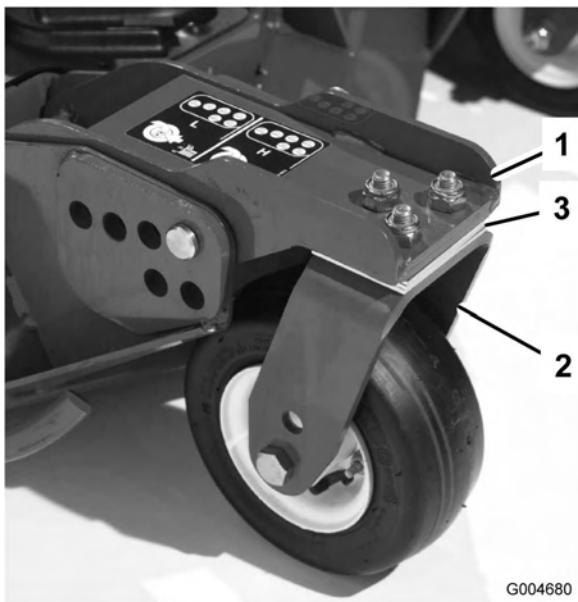

Figura 27
Gire la cuchilla de cada eje hasta que los extremos estén orientados hacia adelante y hacia atrás. Mida desde el suelo hasta la punta delantera del filo de corte. Ajuste los suplementos de 3 mm de las horquillas de las ruedas giratorias delanteras para que la altura de corte se corresponda con la marca de la pegatina (Figura 27). Para el eje de la cuchilla exterior solamente, consulte el
3. Si el borde interior de la unidad de corte lateral está demasiado alto respecto al borde exterior de la unidad de corte delantera, retire un suplemento de 3 mm de la parte inferior del brazo interior delantero de la rueda giratoria en la unidad de corte lateral (Figura 27). Vuelva a comprobar la medida entre los bordes exteriores de ambas unidades de corte laterales y el borde interior de las unidades de corte laterales y el borde exterior de la unidad de corte delantera.